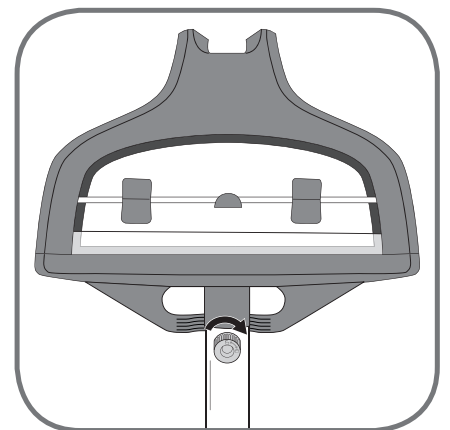

fig. 9
4. Remettez la vis et revisssez jusqu'au bout afin que le cintre soit solidement fixé au mât (fig. 9).